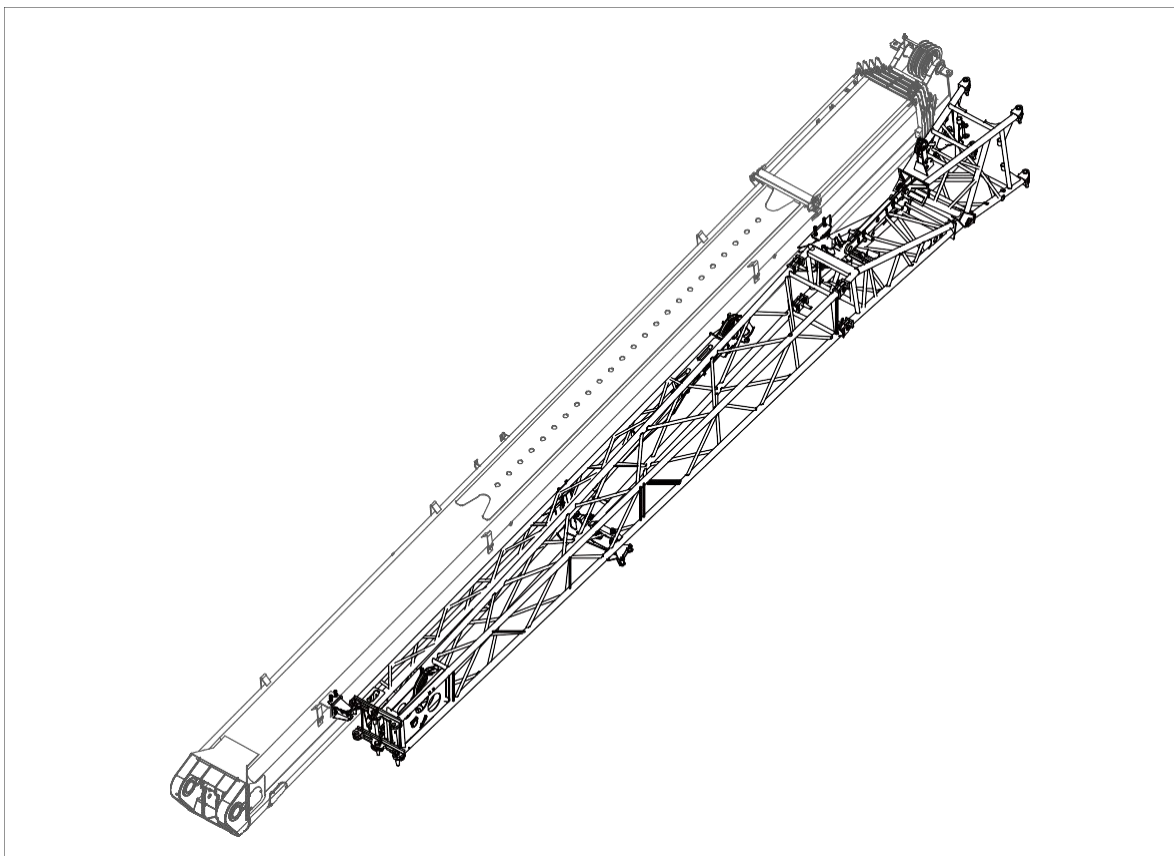

Figura 7-32 Conjunto do braço
- E. Recolha totalmente a lança, mova a lança para a frente do guindaste e posicione-a em -2°. Consulte a figura 7-32.